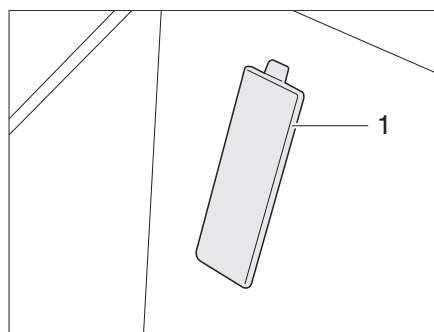

Fig. 262 Cache numéro de châssis (véhicule porteur Fiat)
- ▷ Le numéro de châssis se trouve derrière un cache (Fig. 262,1) dans la zone d'entrée, côté passager sur les véhicules porteurs Fiat.